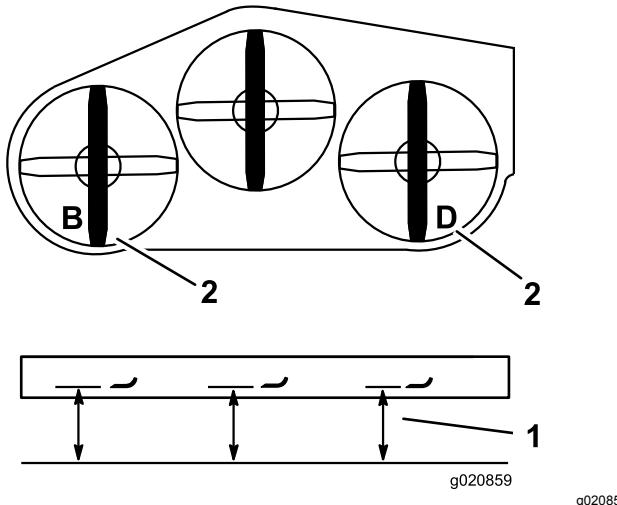

Figura 84
- Mida la cuchilla izquierda en la posición **B** desde una superficie nivelada hasta el filo de corte de la punta de la cuchilla, y anote esta medida (Figura 84).
- Mida la cuchilla derecha en la posición **D** desde una superficie nivelada hasta el filo de corte de la punta de la cuchilla, y anote esta medida (Figura 84).
**Nota:** La medida de la posición **B** no debe variar en más de 3 mm de la medida de la posición **D** (Figura 84). Si no es correcta la distancia, continúe con los pasos siguientes.